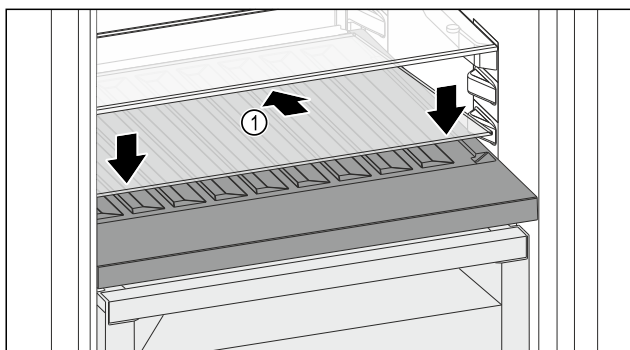

Fig. 125
- Posizionare il ripiano di vetro Fig. 125 (1) inclinato indietro e verso il basso.
- Abbassare la parte anteriore del ripiano di vetro Fig. 125 (1).